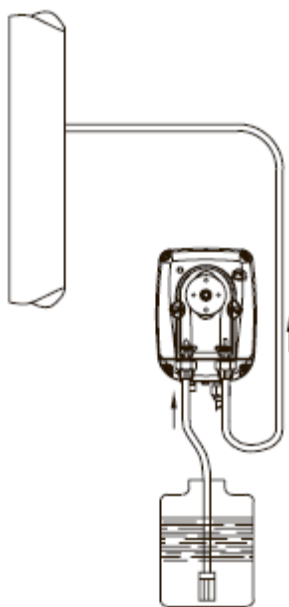

Рис. 5
**c.** – Расположите насос, как показано на рис. 5, учитывая, что его можно устанавливать, как выше, так и ниже уровня дозируемой жидкости, при этом перепад уровней не должен превышать 2-х метров. Не устанавливайте насос над емкостью с химическими препаратами, выделяющими большое количество паров, за исключением случаев, когда емкость герметично закупорена.